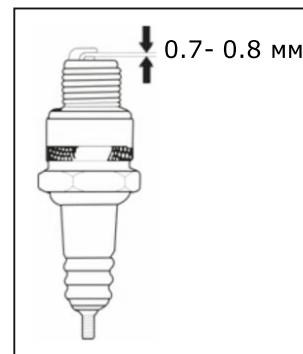

Рис. 22
4. Проверьте зазор между электродами. Он должен составлять 0.7-0.8мм. При необходимости отрегулируйте зазор (рис. 22);